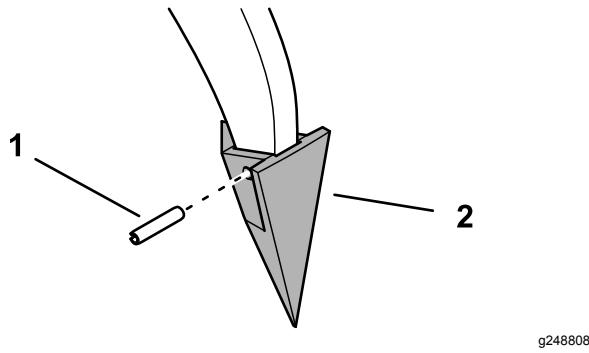

Figure 9
1. Retirez la goupille cylindrique qui fixe la pointe au bout de la dent et déposez la pointe (Figure 9).
2. Posez une pointe neuve au bout de la dent et fixez-la en place avec la goupille cylindrique (Figure 9).